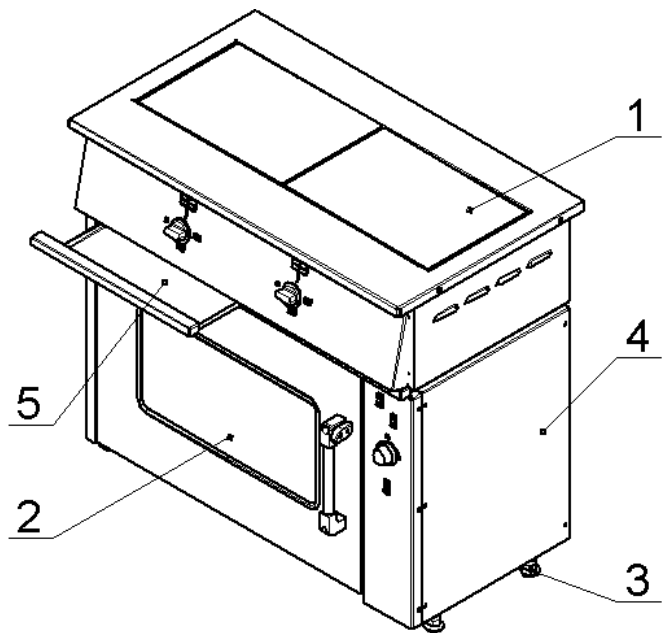
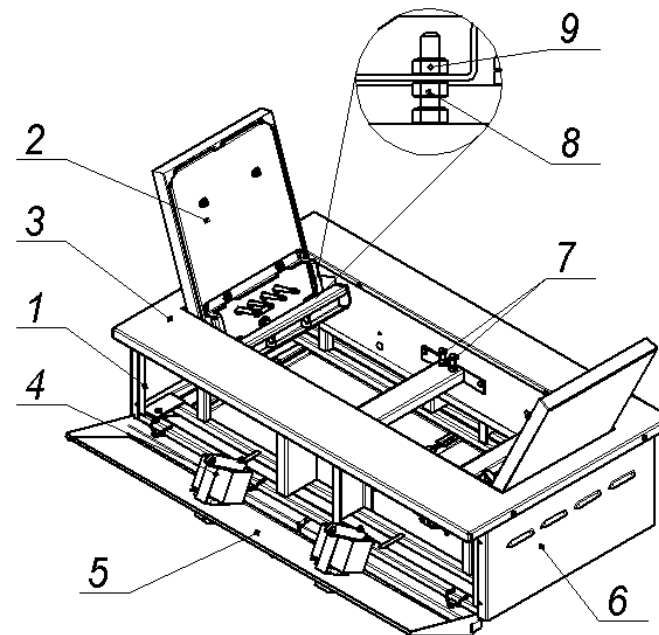
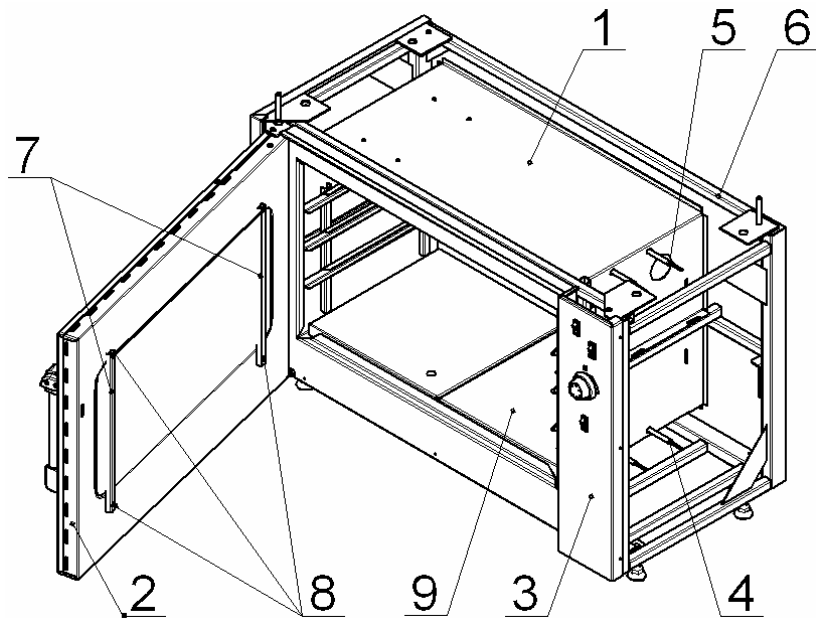
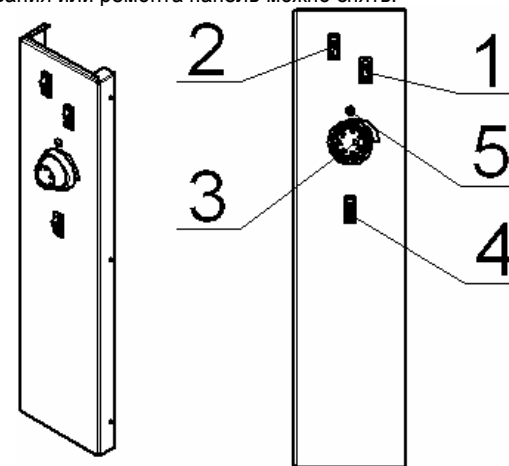

Рис.1
Рис. 2
Рис.3
Рис.4
Чтобы открыть приборную панель плиты, необходимо вынуть выдвижные поддоны (см. рис.1) и вывернуть винты крепления панели к каркасу плиты.
4.3 Собственно плита (рис.2) установлена на жарочный шкаф (рис.1. поз.2) и состоит из каркаса (поз.1), с закрепленными на нём конфорками (поз. 2), столом (поз.3), облицовочными (поз.6) и приборной панелью (поз.5).
4.3.3 Для обслуживания и санитарной уборки, плита оборудована (см. рис.1) выдвижными поддонами (поз.5), так же обеспечен (см. рис.2) свободный доступ к внутренним поверхностям плиты:
4.4 Жарочный шкаф состоит из тепловой (рабочей) камеры (рис.3 поз.1), закрываемой дверкой (рис.3, поз.2) и панели управления (рис.3, поз.3).
- Снять панель управления (рис.3, поз.3) или снять правую облицовочную панель (рис.1, поз.4);
- Снять панель управления (рис.3, поз.3) или правую облицовочную панель (рис.1, поз.4);
4.5 Приборы управления и светосигнальная арматура размещены (рис.4) на панели управления (рис.3 поз.3), которая расположена с правой стороны шкафа.
4.5.1 Включение и выключение верхнего и нижнего ТЭНов осуществляется соответствующими переключателями (рис.4, поз.1 и 2)
Установка и автоматическое поддержание необходимой температуры (от 50 до 300°C) в камере осуществляется терморегулятором (рис.4, поз.3).
Терморегулятор снабжён сигнальной лампой (рис.4, поз.5).
- эксплуатировать плиту без выдвижных поддонов (рис.2, поз.5);
- Открыть дверку и вынуть из камеры подовые короба (рис.3, поз.9);
7.4 Установите (по часовой стрелке) лимбом терморегулятора (рис.4, поз.3) температуру в камере шкафа, предусмотренную технологией приготовления продукта (должна загореться сигнальная лампа рис.4. поз.5).
7.5 Включите переключателями (рис.4, поз.1 и 2) нижний и (или) верхний ТЭНы.
7.7 Для визуального контроля состояния приготавливаемых в камере продуктов, при закрытой дверке, включите клавишей (рис.4, поз.4) лампу подсветки камеры.